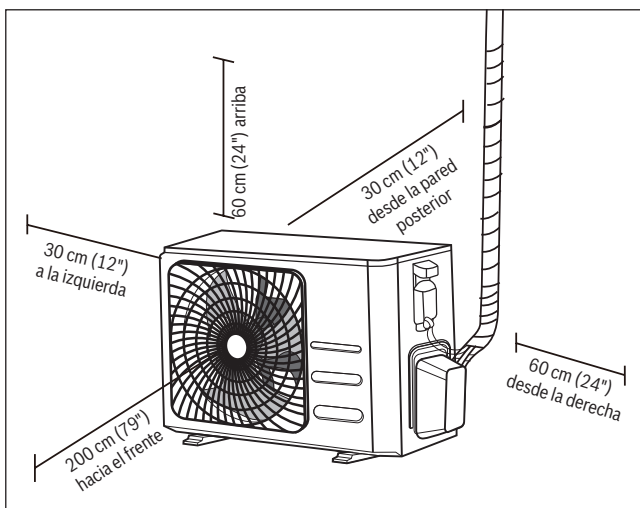

Fig. 21.
- ▶ Cumpla con todos los requisitos de espacio mostrados en la sección Requisitos de espacio para la instalación (fig. 21)